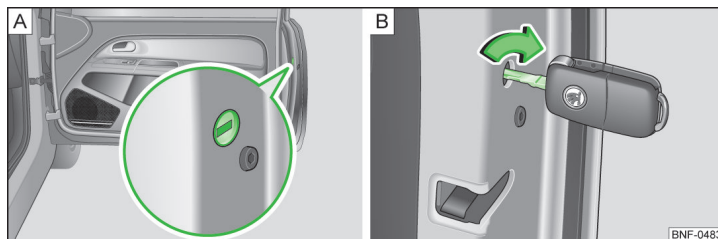

Fig. 120 **Nødlåsning: fordør i højre side**
- Sæt nøglen ind i slidsen » Fig. 120 - **A**.
- Drej nøglen til vandret i pilens retning » Fig. 120 - **B** i den højre dør og modsat pilens retning i den venstre dør.